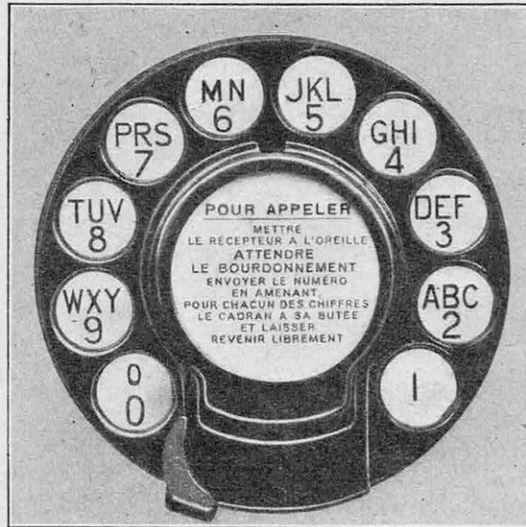

FIG. 1. - PHOTOGRAPHIE D'UN DISQUE D'APPEL
Le disque d'appel est à la disposition de chaque abonné du réseau pour transmettre ses demandes à la téléphoniste mécanique que constitue le commutateur. Il doit donc permettre d'exprimer mécaniquement tous les numéros téléphoniques consignés dans l'annuaire du réseau. A cet effet, il est percé de dix trous disposés à sa périphérie, numérotés de 0 à 9 et marqués de trois lettres (fig. 1). Les numéros téléphoniques du réseau de Paris étant composés de quatre chiffres et du nom du bureau central auquel ils sont reliés, par exemple Gutenberg 31-78, on comprend tout de suite l'usage de ces signes. Les deux premières lettres suffiront à indiquer le nom du bureau, GU pour Gutenberg, EL pour Élysée, etc. Quant aux chiffres, ils pourront être exprimés dans leur intégrité au moyen de la série 0 à 9. Pour indiquer une lettre ou un chiffre, après avoir décroché le « combiné » (1), on enfonce le doigt dans l'ouverture du disque correspondant ; on fait tourner celui-ci dans le sens des aiguilles d'une montre jusqu'à la butée d'arrêt, et on le laisse revenir en place sous l'action du ressort.